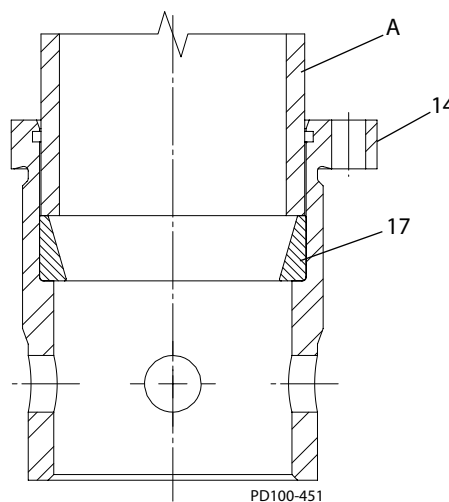

Рисунок 46 - Вставьте наружное кольцо заднего подшипника
1. Вставьте наружное кольцо заднего подшипника (Рисунок 46, пункт 17) в корпус подшипника (позиция 14) при помощи толкателя (позиция А).